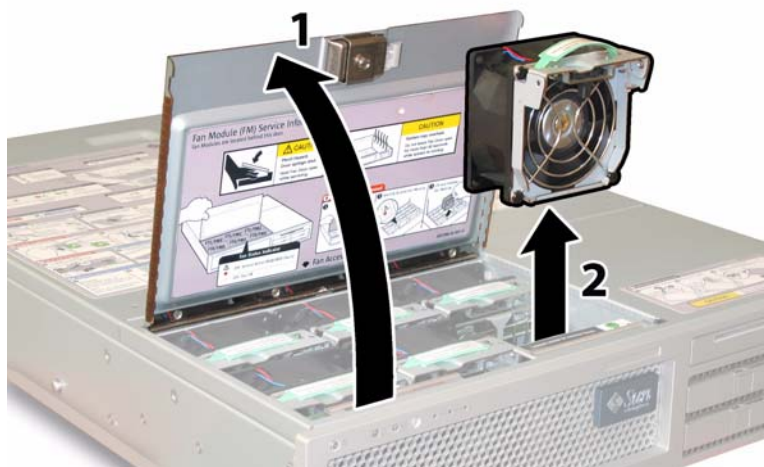

图 4-17 打开风扇托架门并拆卸风扇模块
3. 当保持风扇托架门打开时，用手握住存在故障的风扇模块的塑料带条，然后垂直向上提拉，将其从风扇托架中取出。请参见图 4-17。